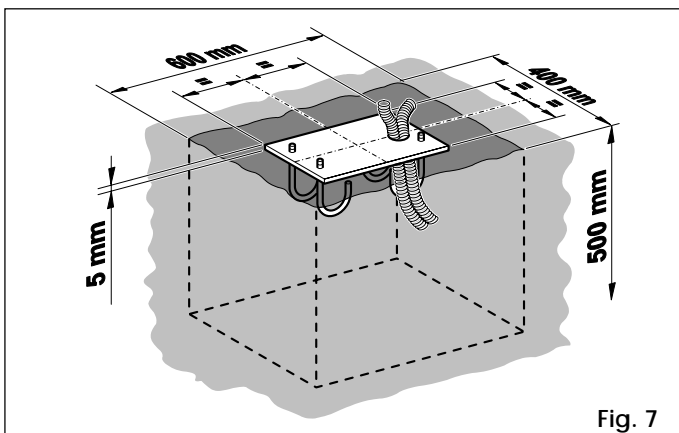

Fig. 7
- 2) Realizar el plinto de cimentación como se ilustra en la fig. 7 (para suelo arcilloso).
- 3) Empotrar la placa de cimentación del modo indicado en la fig. 7, instalando una o más fundas para pasar los cables eléctricos. Verificar la perfecta horizontalidad de la placa mediante un nivel, y dejar fraguar el cemento.